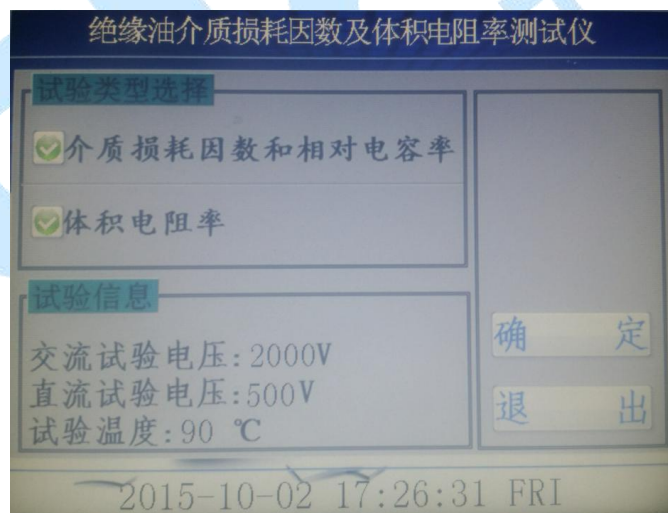
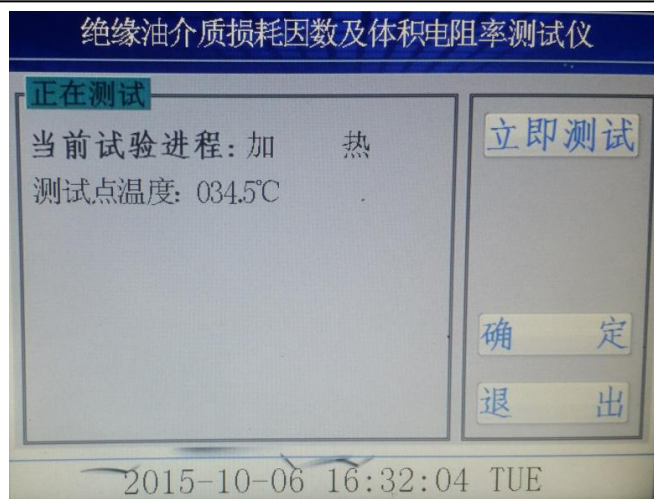

图 6
图 7
5. 在图 3 界面下，点击空杯测试进入图 6，空杯测试主要是对油杯注油前的干净程度和装配进行验证，可以选择介质损耗因数和相对电容率及体积电阻率，点击测试项目前面的光标即可选择测试还是不测试。空杯介损值越小越好，在图 6 中选择完测试项目后点击确定后即可进入图 7，图 7 中设备可以在设定的 90℃ 进行测量，也可以点击立即测试，在当时温度下测量。
6. 空杯检测完毕没有问题后，将油杯的内电极取出置于油杯架上，取 40ml 待测油样置于油杯中（注意：注入油样时一定要注意不能出现气泡，应沿着杯壁缓缓注入），油样注入后，再将油杯的内电极慢慢的放到位。（动作要慢一些，防止动作太快，排气不及时，使油样溢出），接好测量信号线和温度信号线，点击图 3 中的自动测试，进入图 6 界面和图 7 界面，一般测油是都按照规程 90℃测量，同样也可以选择立即测试，在当前温度下测量。